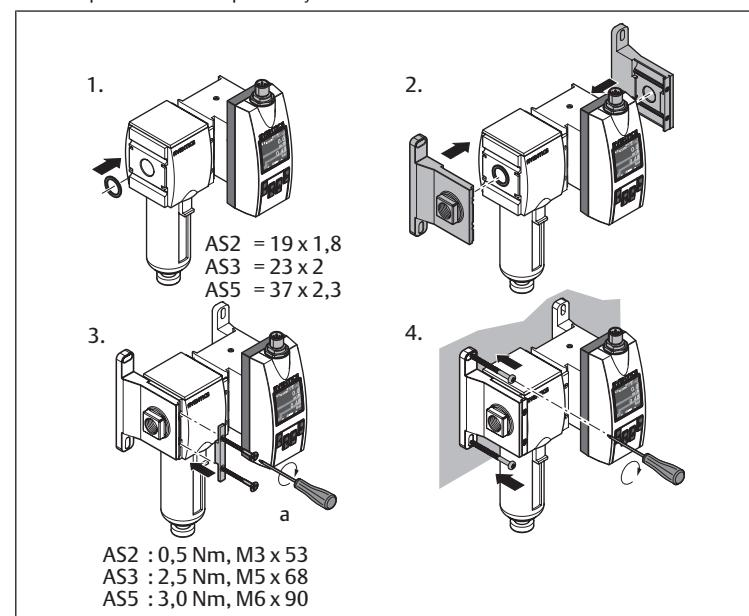

Fig. 6: Montaje con el juego de unión | W05
- Montaje con el juego de unión (sin unidad de preparación de aire): véase → Fig. 6.